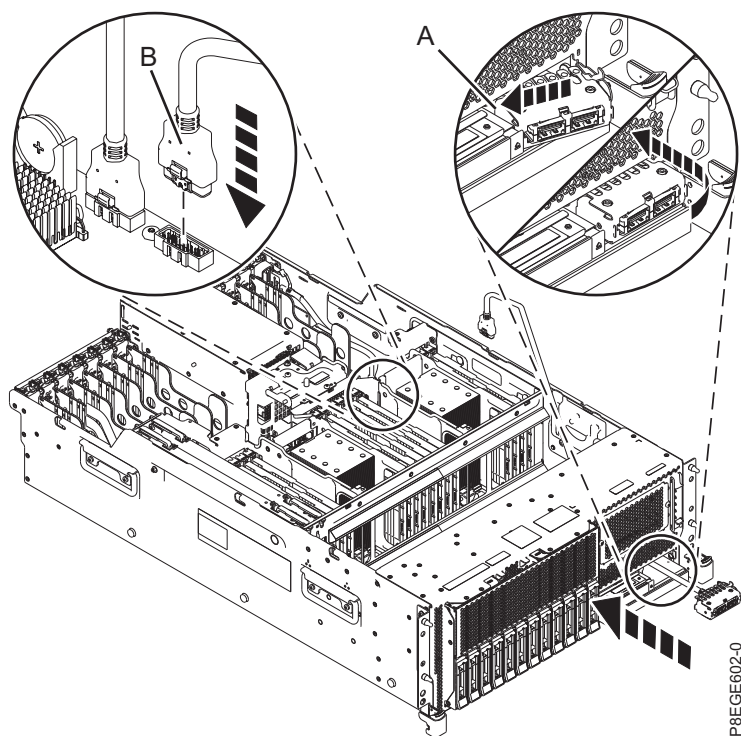

Figura 3. Instal·lació del cable frontal USB
2. Inserir l'extrem del cable USB en una obertura de la part frontal del sistema, tal com es mostra a Figura 3 a la pàgina 6. Feu passar el cable pel costat dret del xassís del sistema.
3. Endol·leu el cable USB (B) al connector de la placa posterior del sistema, tal com es mostra a Figura 3 a la pàgina 6.
4. Acobleeu l'allotjament del cable USB (A) a l'obertura de la part frontal del sistema inserint la pestanya de la banda esquerra de l'allotjament a la ranura. Feu pivotar l'allotjament a l'obertura fins que l'allotjament quedi encaixat en la posició correcta a la banda dreta. Consulteu Figura 3 a la pàgina 6.